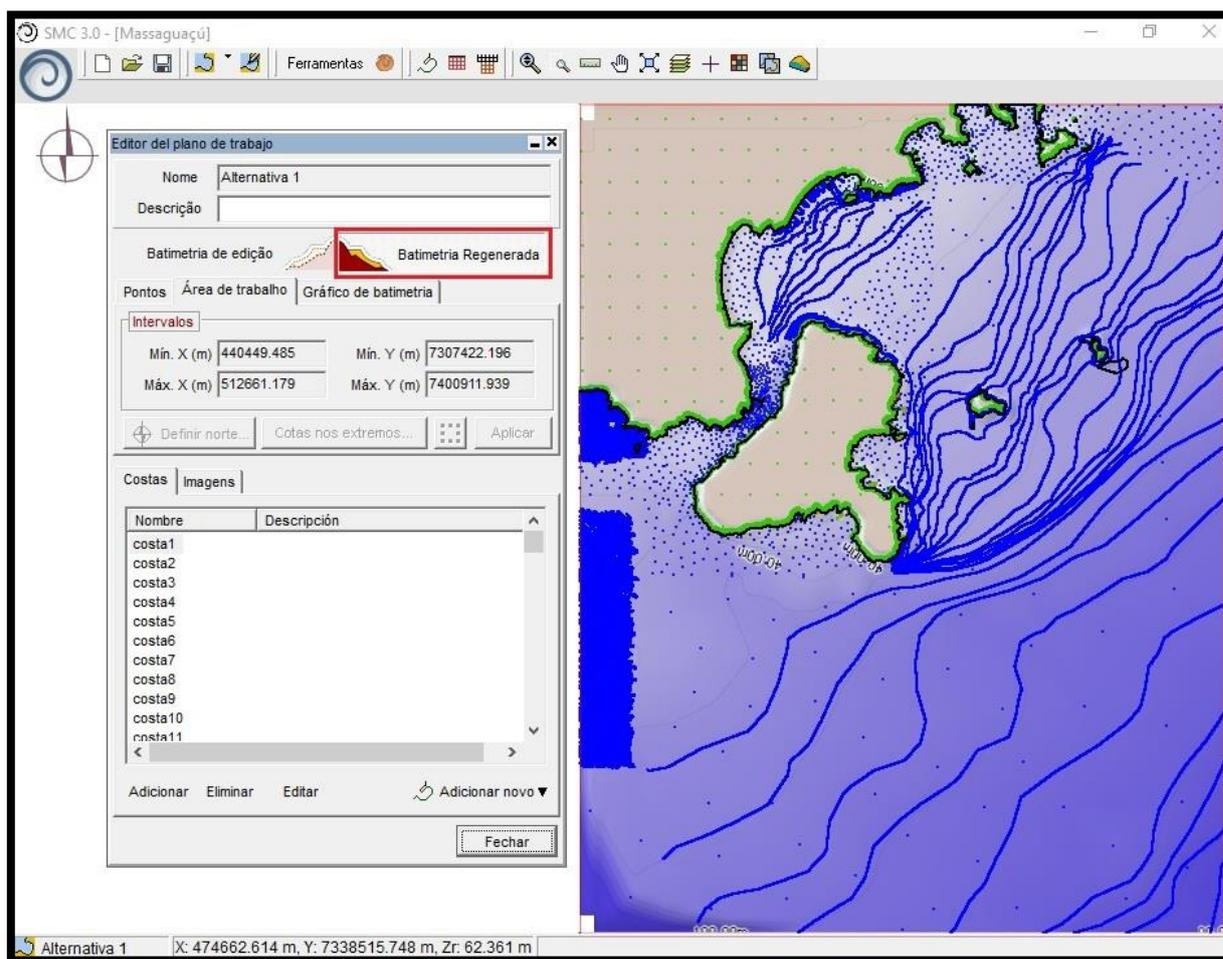

Figura 19 – Batimetria interpolada.
19) Uma vez incluída a batimetria de detalhe, interpolar a batimetria (clicar em “Batimetria Regenerada”) para atualizar o terreno e obter a batimetria final. Será sobre essa batimetria que se irá realizar as propagações. Após a interpolação do terreno, os pontos associados à terra serão representados pela cor verde e os pontos submersos serão representados pela cor azul. Além disso, ao interpolar o terreno, passa-se a trabalhar no programa MOPLA e só é possível editar as costas e imagens (Figura 19);